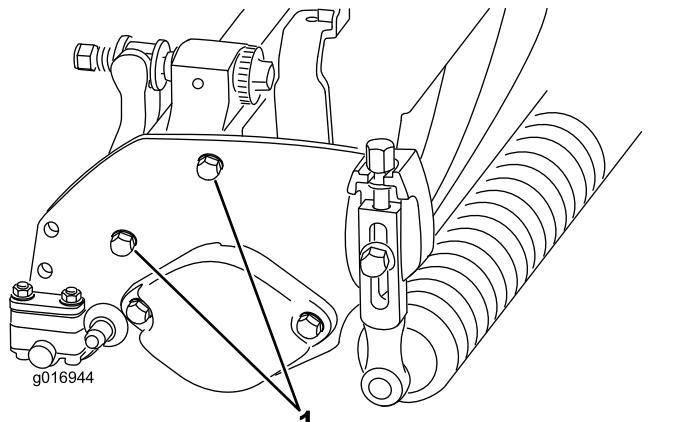

**Figura 7**
Dependendo do intervalo de altura de corte desejado, pode ajustar os suportes traseiros do cilindro (Figura 6 ou Figura 7) para a posição inferior ou superior:
- Posicione o distanciador abaixo da flange de montagem da placa lateral se as definições da altura de corte variarem entre 3,2 e 25 mm (Figura 7).
4. Coloque os distanciadores nos parafusos acima ou abaixo dos suportes do cilindro, consoante o necessário (Figura 6 ou Figura 7).